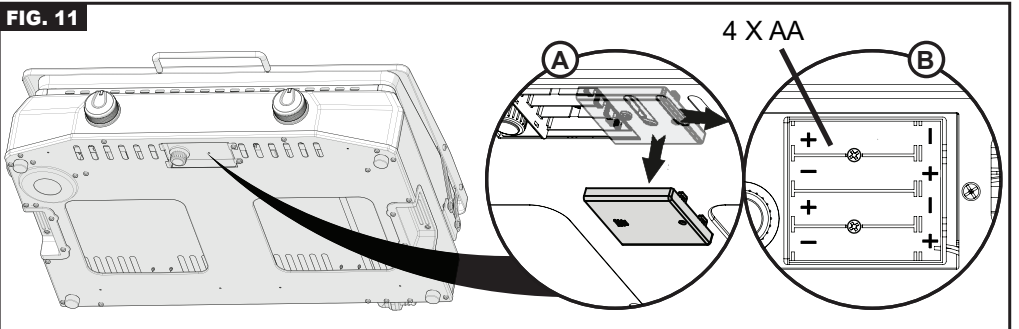

FIG. 12
- b. Le bouton de commande restera éclairé jusqu'à ce qu'il soit mis sur la position « OFF » (O) (Éteint).
- Montez la poignée sur le couvercle à l'aide des deux vis fournies avec la poignée (Fig. 12).